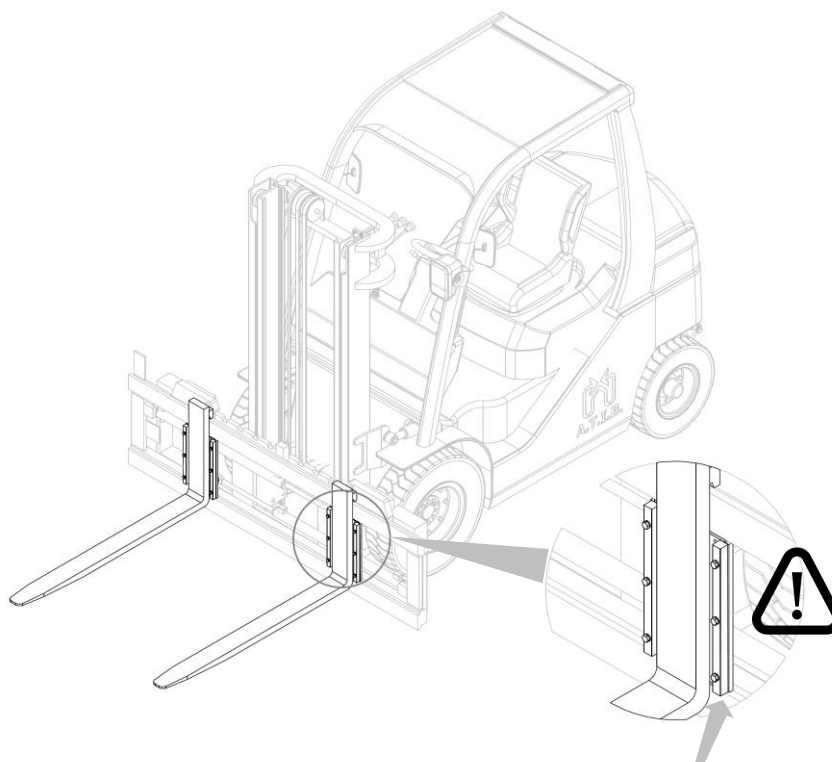

Figura 11
2. Inserte las horquillas y vuelva a apretar los tops de las horquillas (mira *Figura 11*).